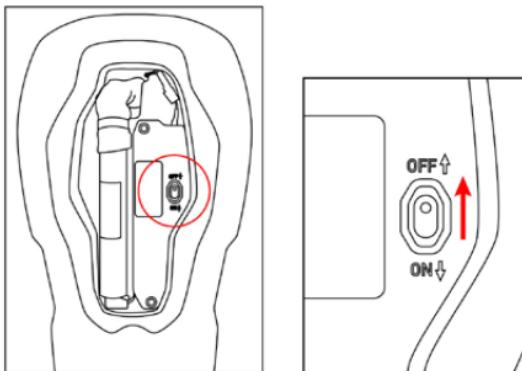

Figure 30 : Emplacement du commutateur de mode d'expédition (8)
Si le système doit être expédié, l'utilisateur doit TOUJOURS le mettre en mode expédition. Pour ce faire, l'utilisateur doit accéder à la protection dorsale (4) en ouvrant la fermeture éclair située à l'arrière du système. L'utilisateur peut facilement accéder à l'unité de contrôle de l'airbag (5) en ouvrant le couvercle arrière à l'aide de la fermeture velcro. Une fois le couvercle retiré, l'utilisateur peut mettre le système en mode expédition en plaçant le commutateur de mode expédition (8) en position OFF, comme le montre la figure 30. Le mode expédition permet à l'utilisateur d'expédier le système en toute sécurité et dans le respect des réglementations applicables en matière de transport. Pour pouvoir utiliser à nouveau le système, vous devez le mettre sous tension afin de rétablir son fonctionnement normal. Il suffit de remettre l'interrupteur de mode d'expédition (8) en position ON.